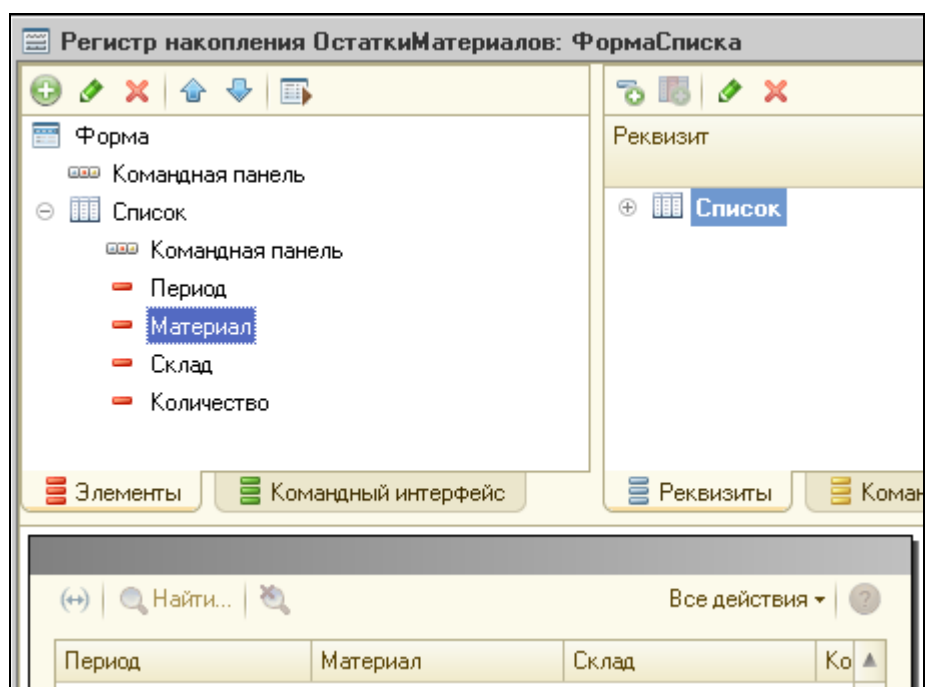

Рисунок 10.16 Новая форма списка
2. Удалим из списка эти реквизиты. В результате создается новая форма (рис.10.16).